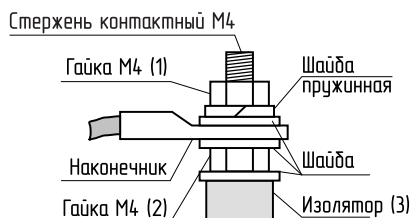

Рис.5 Присоединение проводов к выводам блок ТЭН
6.5. При замене блок ТЭН присоединение фазных проводов к выводам блок ТЭН производить согласно Рис.5. Сечение кабеля указано в табл.1.